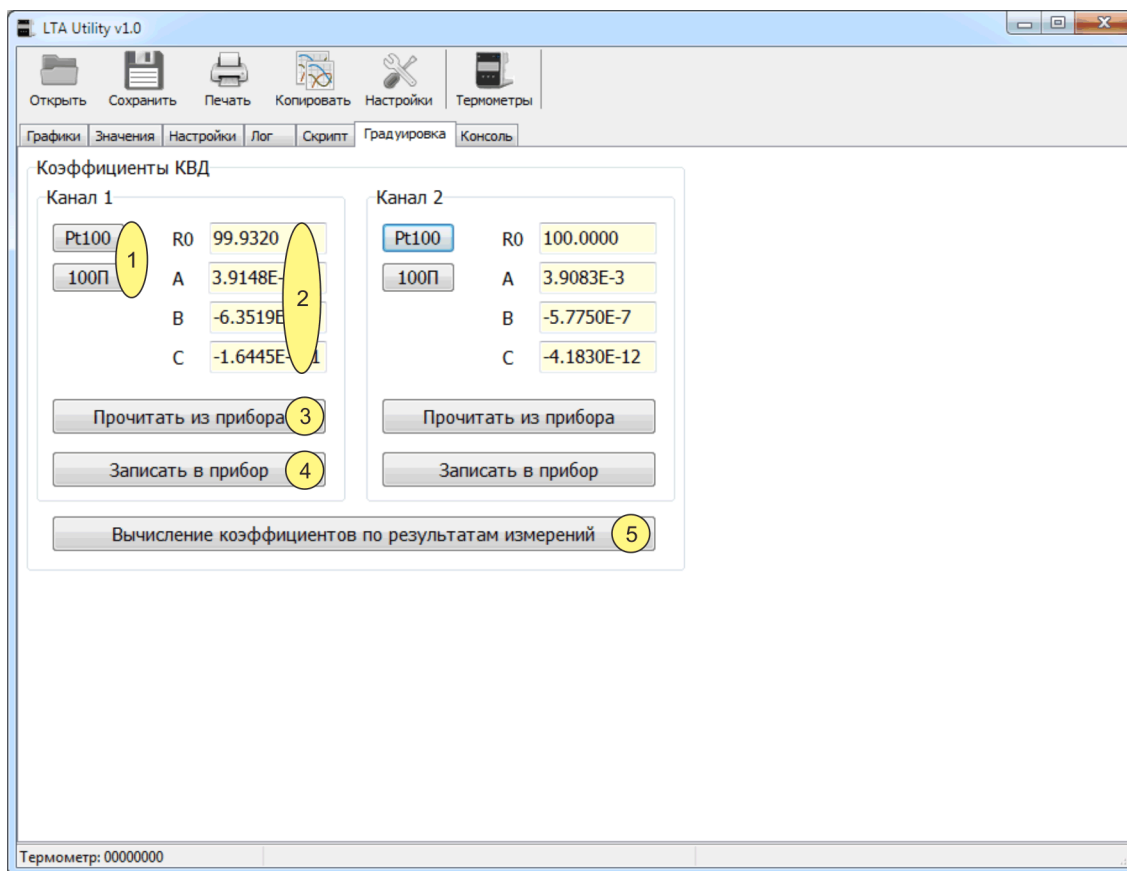
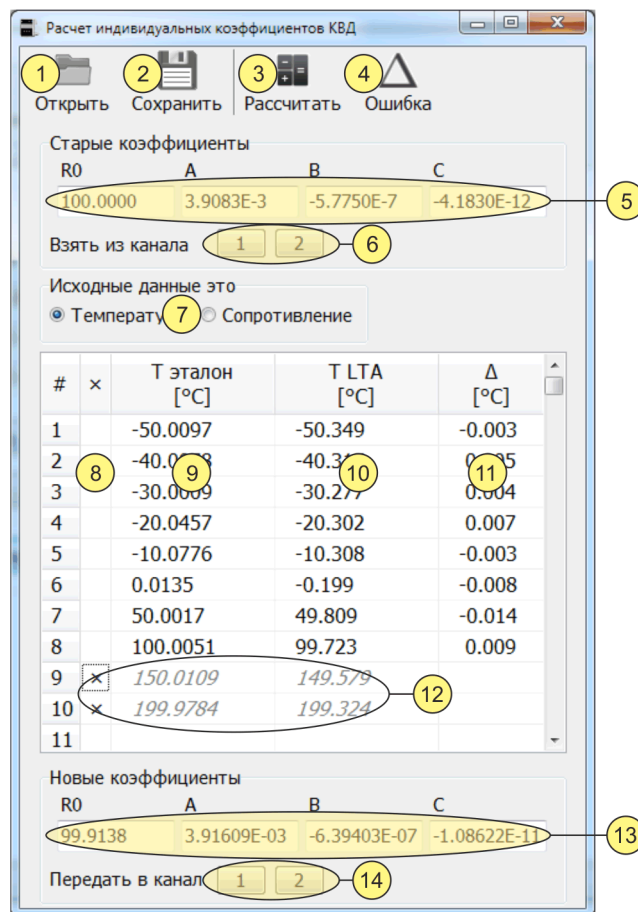

Рисунок 9 — Градуировка
Рисунок 10 — Расчет индивидуальных градуировочных коэффициентов
- 6 - кнопки для копирования коэффициентов из соответствующего поля 2 рисунок 9 в поле 5 рисунок 10;
- 14 - кнопки для копирования коэффициентов из поля 13 в соответствующее поле 2 рисунок 9.
2.17.1 Чтение или запись градуировочных коэффициентов выполняется в следующей последовательности (см. рисунок 9):
2.18.1 Вычисление индивидуальных градуировочных коэффициентов выполняется в следующей последовательности (см. рисунок 10):
- прочитать градуировочные коэффициенты из термометра, нажав кнопку 3 рисунок 9 выбранного канала;
- нажать одну из кнопок 6 рисунок 10, соответствующую выбранному каналу. В поле 5 будут скопированы текущие значения градуировочных коэффициентов. Также коэффициенты можно ввести вручную, и они должны точно соответствовать коэффициентам в термометре;
- скопировать новые градуировочные коэффициенты в поле 2 рисунок 9, нажав одну из кнопок 14, соответствующую выбранному каналу;
- сохранить результаты вычислений на диске компьютера, нажав кнопку 2 рисунок 10. В диалоговом окне указать имя файла, в котором будут храниться результаты. Сохраненные результаты впоследствии могут быть открыты при помощи кнопки 1;
- убедиться, что поле 2 рисунок 9 выбранного канала содержит новые градуировочные коэффициенты;
- записать новые градуировочные коэффициенты в термометр, нажав кнопку 4 рисунок 9 выбранного канала. После записи провести контрольное чтение коэффициентов.